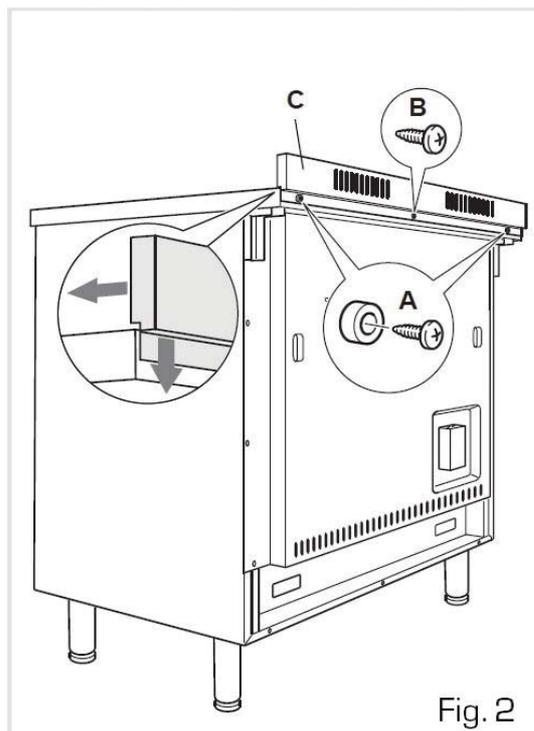

Fig. 2
Avant d'installer la cuisinière, veuillez assembler le dossieret "C" (Fig. 2).
- Retirez les entretoises "A" (fig. 2) en dévissant les vis de fixation.